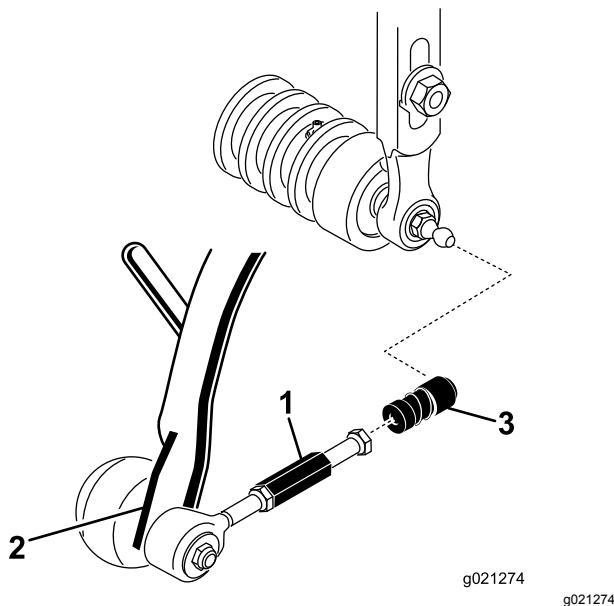

Figure 10
3. Repousser le manchon sur chaque douille de rotule et accrochez la douille sur la rotule de l'unité de coupe (Figure 10).